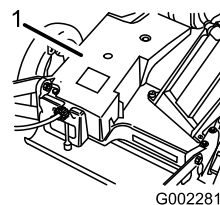

Figura 40
2. Retire los pernos que fijan la cubierta de la correa (Figura 40) a la carcasa del cortacésped.